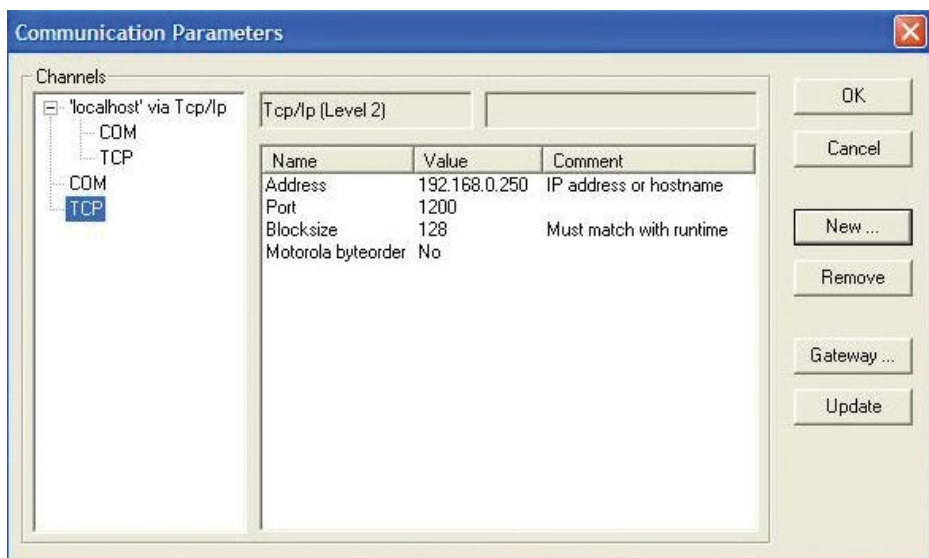

Рисунок 15.19 - настройка порта Ethernet.
21) В появившемся окне в поле «Address» ввести значение IP адреса контроллера. Нажать кнопку «OK» (см. Рисунок 15.19);